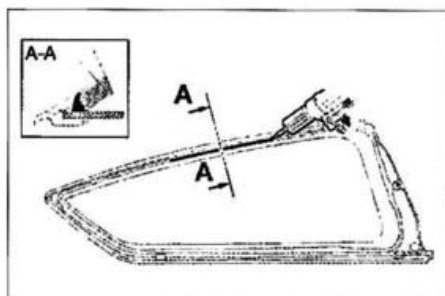

FIG. 58
- Aplicar un cordón de cola en la custodia, como en la foto (fig. 58).